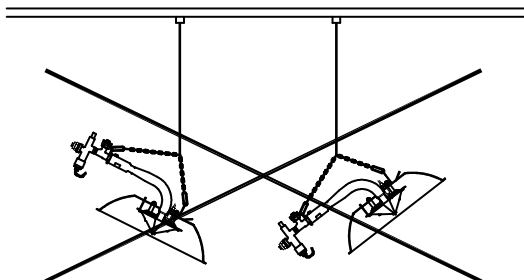

Fig. 24
- 3- Suspender el radiador de la cadena prevista a tal efecto por medio de un anclaje firmemente sujeto al techo y cable de acero o cadena metálica, a fin de evitar caídas con riesgo de incendio. Debido al poco peso del radiador podría ser necesario prever un segundo anclaje auxiliar a fin de evitar las posiciones erróneas (Fig 24)
- 3- Brooder has to be hanged from ceiling by means of an anchor and a steel rope, using the suspension chain. A special care must be taken with the tight hold points in order to avoid the brooder to fall down. Because of the fact that brooder has a light weight could be necessary a second anchor in order to get the right position of the brooder (See Fig 24).
En raison du faible poids du radiateur, il peut s'avérer nécessaire de prévoir un second ancrage afin de main tenir le radiateur dans la position indiquée sur le dessin. (Fig 24)